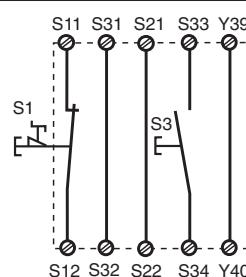

Fig. 3: Eingangskreis einkanalig, überwachtes Start/Single-channel input circuit, monitored reset/Commande par 1 canal, surveillance du poussoir de validation
- Fig. 3, 4, 5, 6, 8:
- Fig 3, 4, 5, 6, 8: S13-S14 **not** connected